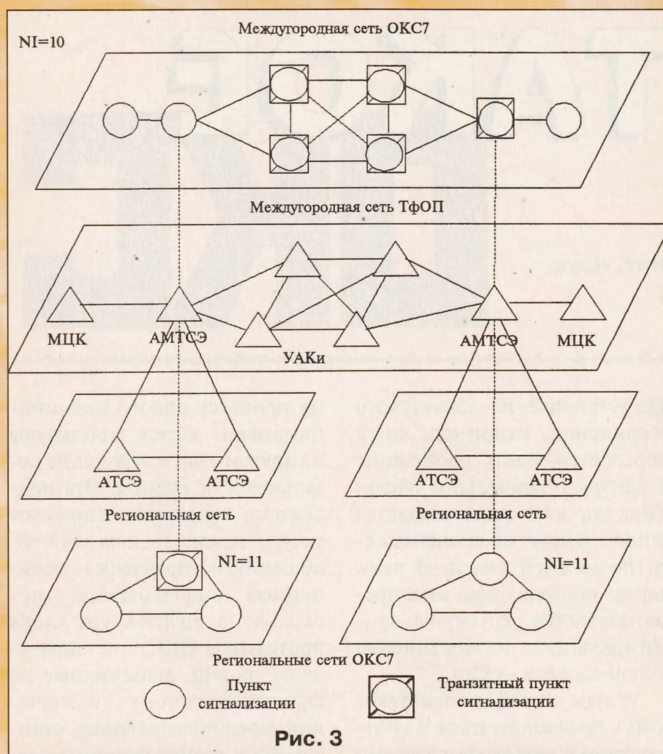

Рис. 3
**Иерархия построения сетей ОКС 7 Взаимоуязвимой сети связи РФ.** Национальная сеть ОКС 7 России разделена на два уровня иерархии: федеральную (междугородную) и региональную (местную) сеть. Принципы построения сетей ОКС 7 России указаны на рис. 3. Различия принадлежности сигнальных единиц к тому или иному уровню иерархии производится по индикатору иерархического уровня сети (Network Indicator — NI) в поле подслужб байта служебной информации. Междугородные центры коммутации (МЦК) и междугородные телефонные станции (МнТС), а также межрегиональные центры подвижной связи (Gate Mobile Telephone Exchange — GMTX), которые выполняют роль шлюзов и входят в состав ВСС РФ, включают в себя пункты сигнализации междугородной сети ОКС 7. Используемое значение индикатора сети, в зависимости от уровня иерархии сети сигнализации, приведено в таблице (bin — бинарный).